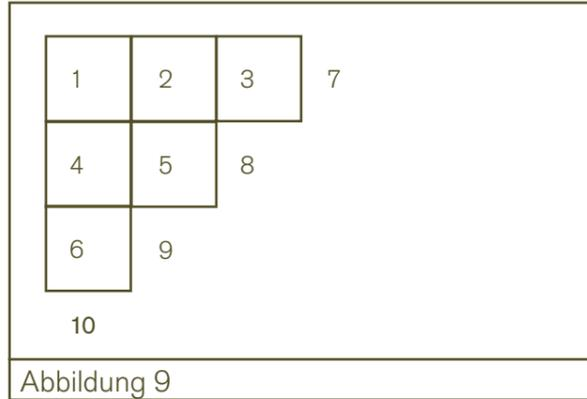

Abbildung 9
4.5 Vervollständigen Sie alle Bereiche des Gitters (siehe Abb. 9).